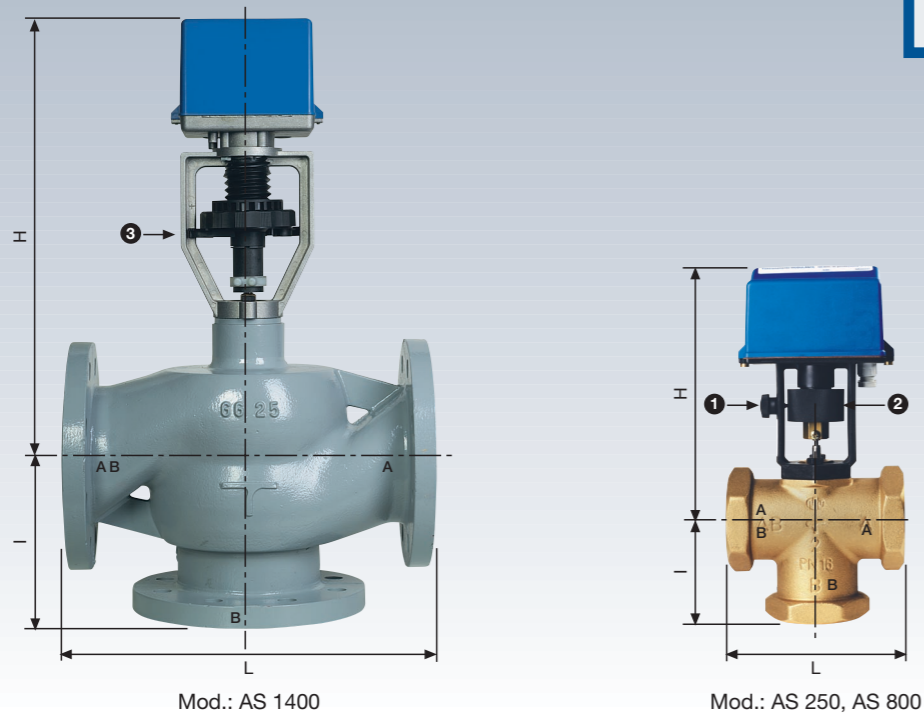

FIG. 1
Tab.1 Queste quote fanno riferimento al disegno in fig.1
Table 1 These dimensions refer to the drawing in figure 1. - Tab. 1 Diese Werte beziehen sich auf die Zeichnung in Abb. 1
Tab.1 Ces cotes se réfèrent au dessin représenté sur la Fig. 1 - Tabla 1 Estas dimensiones hacen referencia al dibujo de la Fig. 1
**COMANDO MANUALE AS 250 E AS 800** ON-OFF allentando la vite ❶ e ruotando la manopola ❷ è possibile comandare manualmente la valvola (fig. 1). Per riportare la valvola in comando motorizzato bisogna riportare la vite ❶ nelle apposite sedi della manopola ❷. Nella versione MO, il comando manuale è disponibile all'interno del coperchio motore azionabile con la chiave esagonale in dotazione al Motore.
**MANUAL CONTROL AS 250 and AS 800** ON-OFF The valve can be manually controlled by loosening screw ❶ and turning knob ❷ of manual regulation. (fig. 1) To turn the valve back to motor control you must move screw ❶ back to its seats on knob ❷. In the modulating (MO) version, manual control can be activated by removing the motor cover and using the hexagonal key provided.
**MANUELLE STEUERUNG AS 250 und AS 800** ON-OFF wenn man die Schraube ❶ löst und den manuellen Steuergriff dreht ❷, kann das Ventil manuell gesteuert werden. (fig. 1) Um das Ventil erneut auf Motorsteuerung umzustellen, muß die Schraube ❶ wieder in die Schraubensitze des Griffs ❷ eingeschraubt werden. In der MO-Version befindet sich der Hebel für die manuelle Steuerung mit Inneren das Antriebsdeckels, welcher mit dem mitgelieferten Sechskantschlüssel werden kann.
**COMMANDE MANUELLE AS 250 ET AS 800** TOUT-RIEN (ON-OFF) en desserrant la vis ❶ et en tournant la poignée ❷, il est possible de commander manuellement la vanne (fig. 1). Pour remettre la vanne en commande motorisée, il faut remettre la vis ❶ dans les logements de la poignée ❷ prévus à cet effet. Dans la version MO, la commande manuelle est disponible à l'intérieur de la chape du moteur et peut être actionnée à l'aide de la clé à 6 pans fournie avec le moteur.
**CONTROL MANUAL AS 250 Y AS 800** En la versión ON-OFF es posible controlar manualmente la válvula aflojando el tornillo ❶ y girando la empuñadura ❷ (ver Fig. 1). Para volver a colocar la válvula en control motorizado, colocar de nuevo el tornillo ❶ en los asientos correspondientes de la empuñadura ❷. En la versión MO, el control manual está disponible en el interior de la cubierta del motor, que se acciona con llave hexagonal que viene en dotación con el motor.